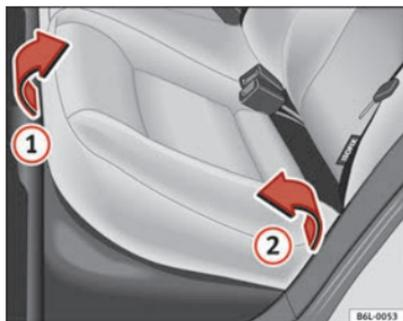
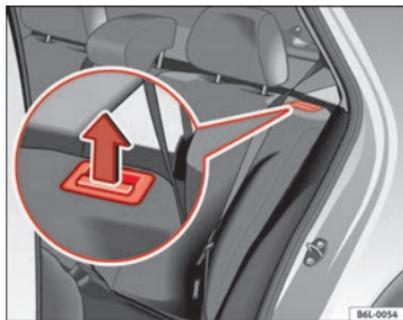

Fig. 74 Levantar el cojín del asiento trasero
Fig. 75 Tecla de desbloqueo del respaldo trasero
- Tire del borde delantero del cojín del asiento ⇒ fig. 74 ① hacia arriba en la dirección de la flecha.
- Levante el cojín ② hacia delante en la dirección de la flecha.
- Tire de la tecla de desbloqueo ⇒ fig. 75 en la dirección de la flecha y abata el respaldo hacia delante.